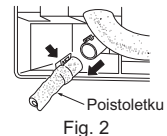

Fig. 2
- 3) Irrota sisäyksikössä takana vasemmalla oleva poistoletku (Fig. 2).